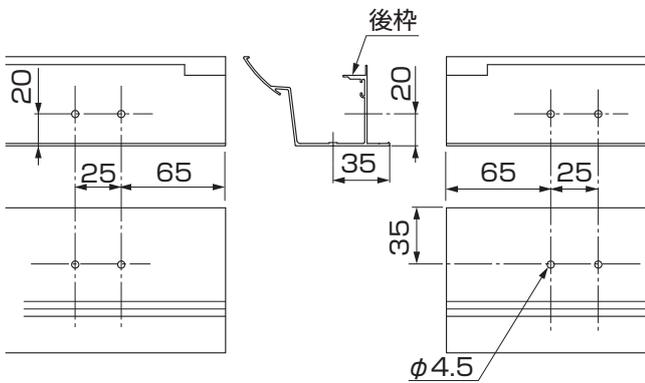
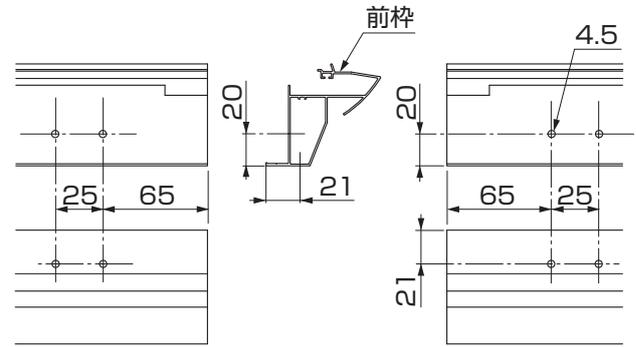

図2-1 後枠の加工
図2-2 前枠の加工
- ①合掌金具の上部穴位置を梁へケガいてください。(図2-1参照)
- ②ケガいた穴位置にφ9の穴加工をしてください。(図2-2参照)
- ③柱梁を組立てて建込み、梁のプッシュボタンを外した後、梁と梁を合掌金具と合掌金具スペーサーで取付けてください。(図2-1参照)
①後枠・前枠・母屋の連棟側を穴加工してください。(図2-1、図2-2、図2-3参照)